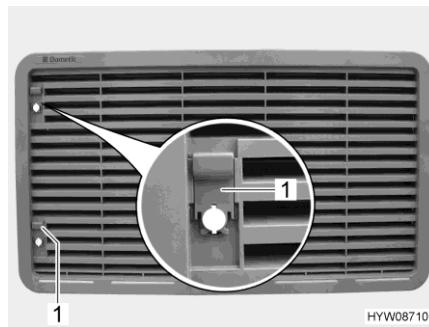

Bild 119 Kühlschrank-Lüftungsgitter
- Schieber (Bild 119,1) nach oben schieben.